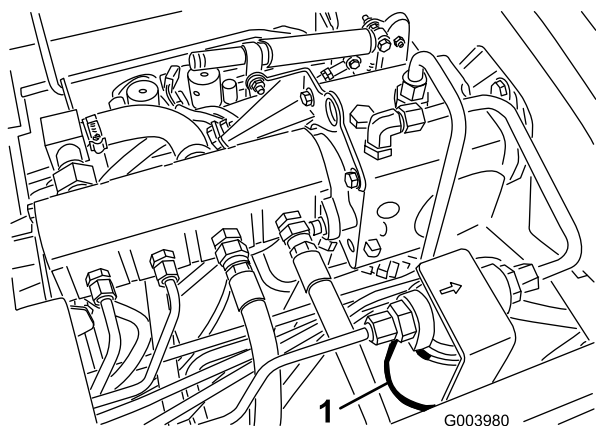
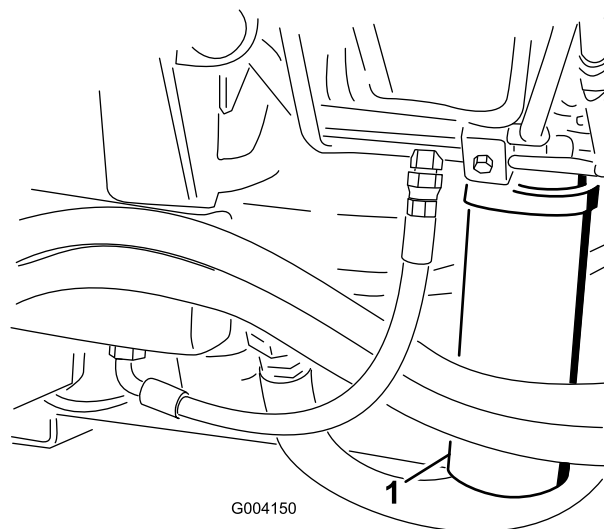

図 71
図 72
2. フィルタ取り付け部付近をきれいに拭い、下にオイル回収容器を置く(図71と図72)。